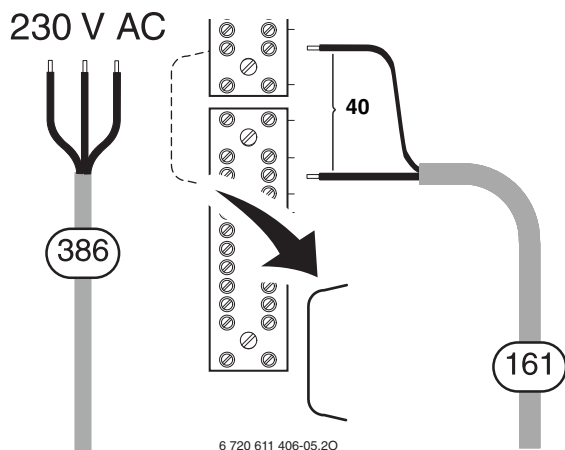

Fig. 20 Collegamento sulla caldaia – Rimuovere il ponticello!
- ▶ Collegare il cavo in base a Fig. 20 (rimuovere il ponticello).